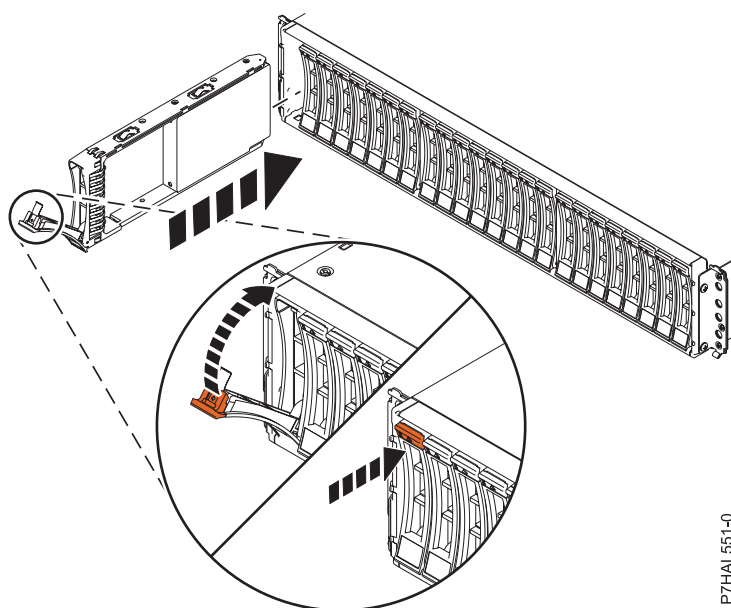

Figura 14. Instal·lació de la unitat de disc a Allotjament de la unitat de disc 5887
1. Amb la nansa en posició desbloquejada, consulteu Figura 14 a la pàgina 25, aguanteu la part inferior de la unitat mentre l'alineeu amb les guies de la unitat d'expansió.